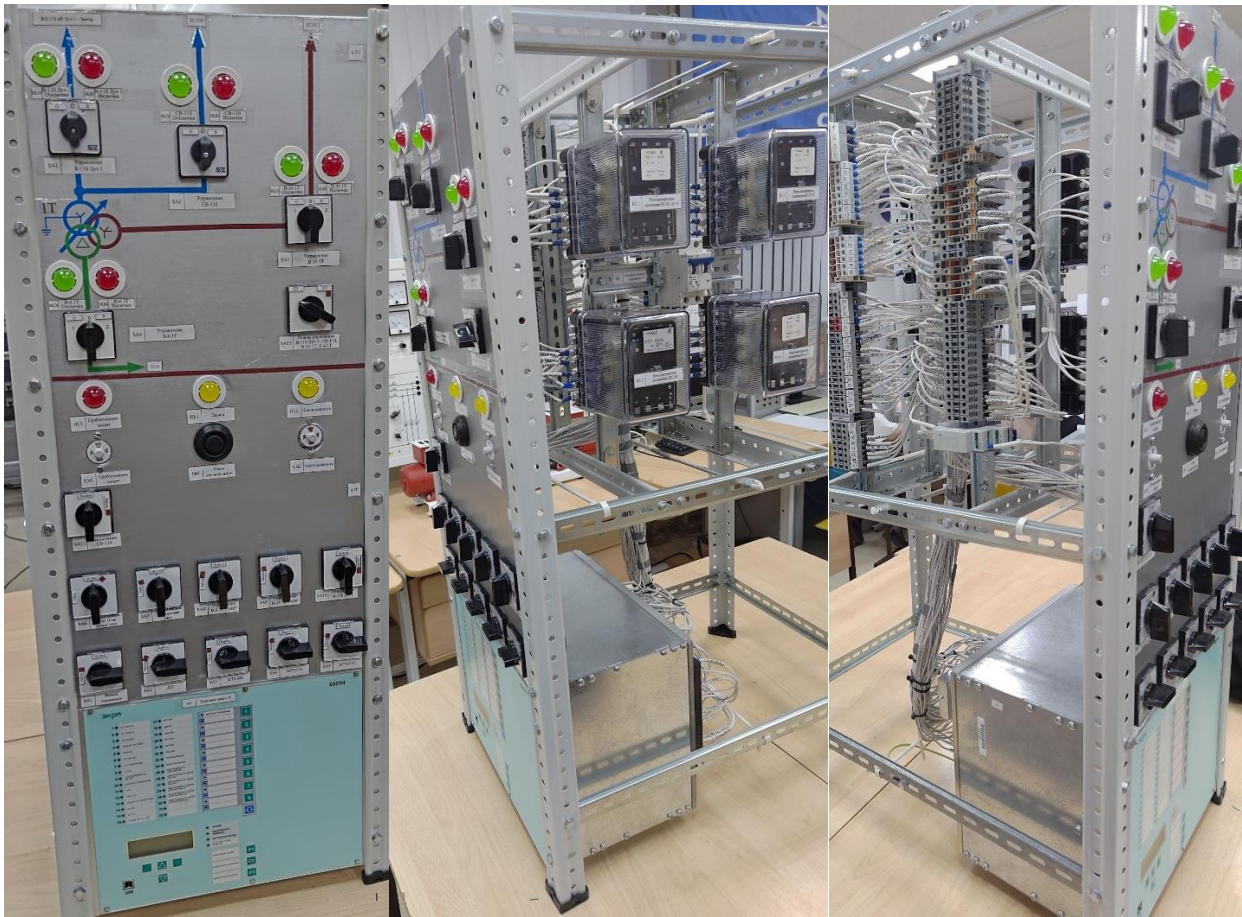

Рис. 1. Фото стенда
3) С обратной стороны стенда установлены: реле фиксации (РП-11) – для имитации управления и положения выключателя, выходное реле «К7» для размножения контактов, и чтобы снять нагрузку с выходных реле терминала, которые коммутируют катушку отключения выключателя (пример взят со шкафа ШЭ2607 041), автомат питания АВ-0,22 – SF1 «Автомат питания терминала» [3, 4, 31]. (рис. 1).